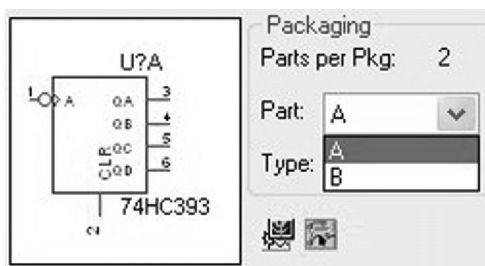

图 18.11 同一器件的不同部件选择
1. 如图 18.11 所示, Packaging 窗口中 74HC393 包含两个相同的部件 A 和 B。当选择部件 B 时, 器件的引脚编号也会相应发生变化。